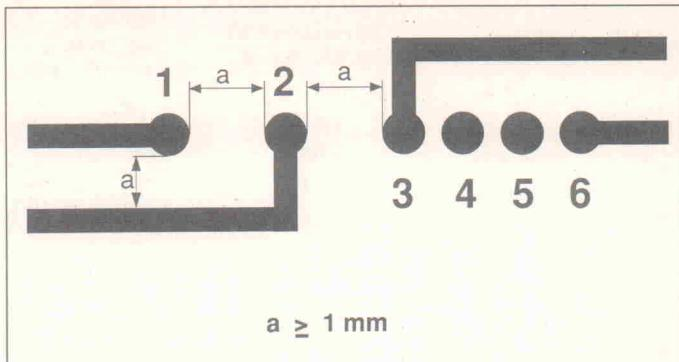

Bild 3. Mindestanforderungen für die Leiterbahngestaltung im Bereich der Überspannungs-Schutzschaltung.
Um ein Überschlagen von Störspannungen zwischen Ein- und Ausgang zu vermeiden, sind die entsprechenden Leiterzüge, wie in Bild 3 gezeigt, räumlich zu trennen. Aufgrund der zu erwartenden Stoßspannungs- und Stoßstrombelastung sind für die Lage der Bahnen zu den Pins 1 (PG) und 2 (Leitungseingang) einige weitere Gestaltungsrichtlinien zu beachten.